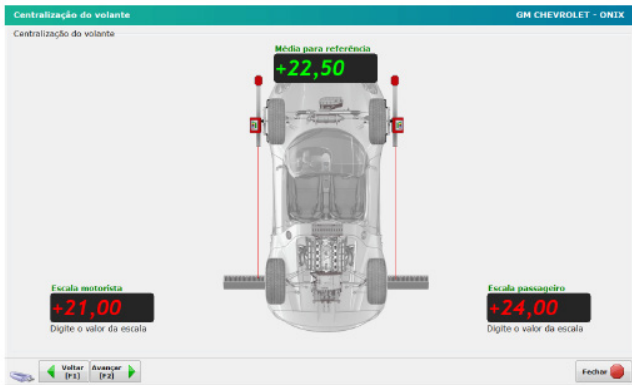

Figura 11 - centralização
- No Softeck FC clique Avançar [F2] para ver a tela de Correção do volante, ver **Figura 11**.
- Digite nos campos os valores das escalas, conforme a **Figura 11**.